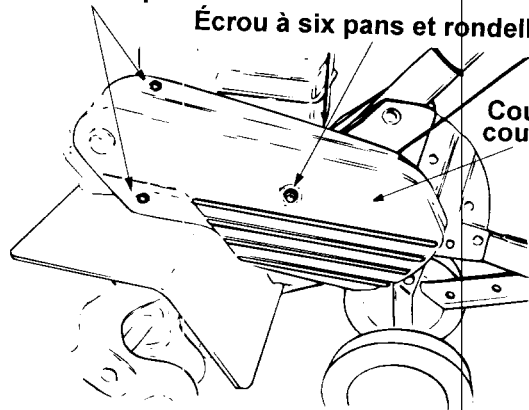

Figure 18
2. Dégagez le couvre-courroie du côté gauche du motoculteur en retirant les deux vis auto-taraudeuses et les rondelles plates sur l'avant du couvre-courroie. (Voir la Figure 18.)